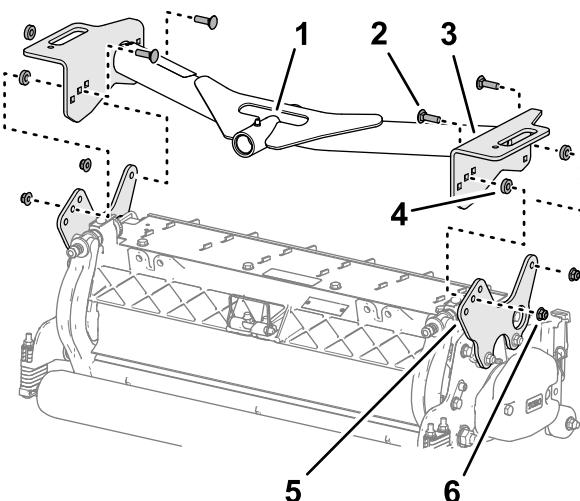

Figure 17
- Alignez les trous dans les plaques du bâti porteur avant sur les trous des plaques de montage de l'unité de coupe (Figure 17).
- Alignez une entretoise entre la plaque porteuse et la plaque de montage (Figure 17) et assemblez les plaques et l'entretoise sans serrer, au moyen d'un boulon de carrosserie ($\frac{3}{8} \times 1\frac{1}{4}$ ") et d'un contre-écrou à embase ($\frac{3}{8}$ ") .